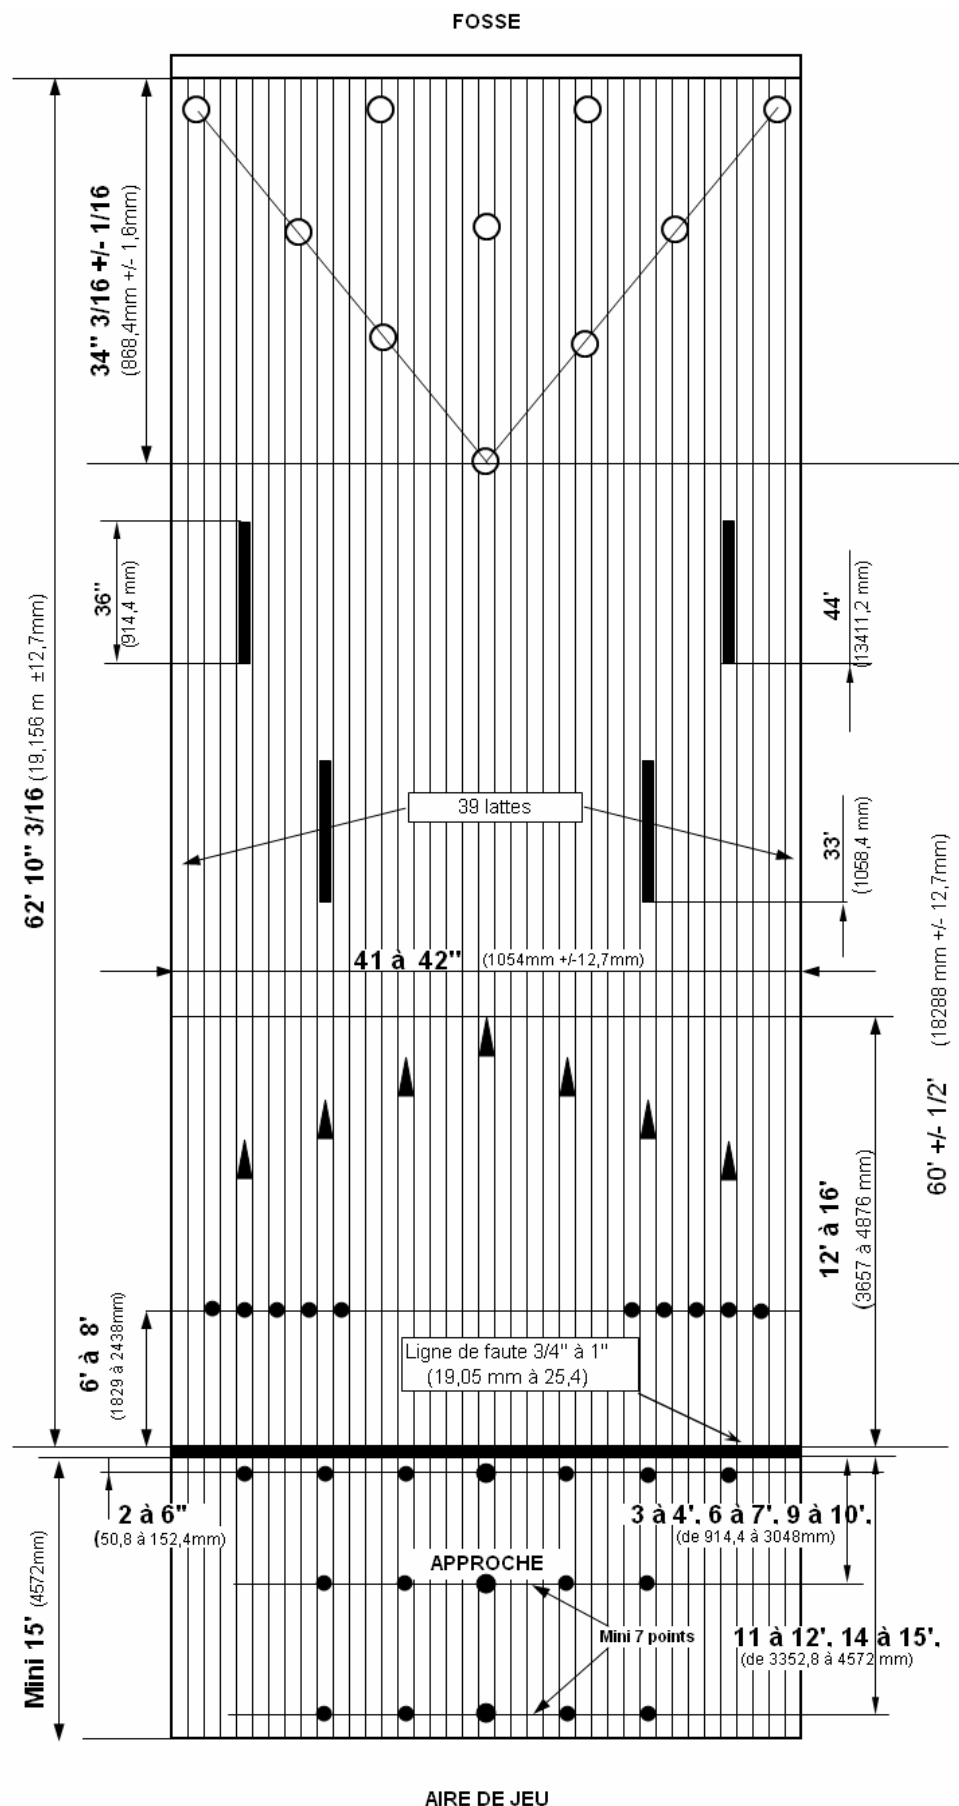

Figure 1 – Marquages
1.1.3 Ligne de faute (fig.1)
Longueur (fig. 1)
Largeur (fig. 1)
1.1.16 **Marques ou repères** (fig. 1.)